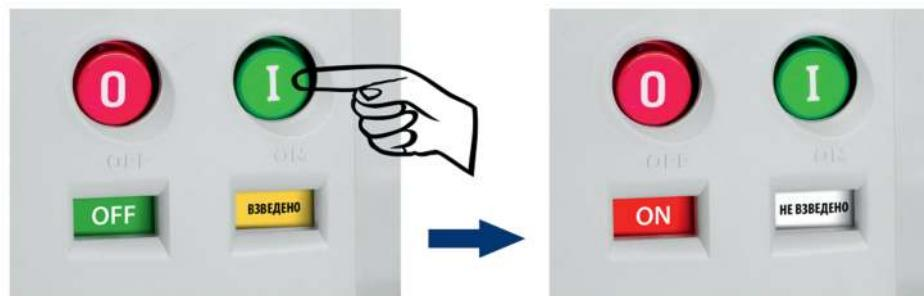

Рисунок 39 – Ручное включение
- 4.6.2.2 Указатель положения «ON/OFF» будет показывать «ON» (ВКЛ.), указатель взвода пружины – «НЕ ВЗВЕДЕНО», смотри рисунок 39.